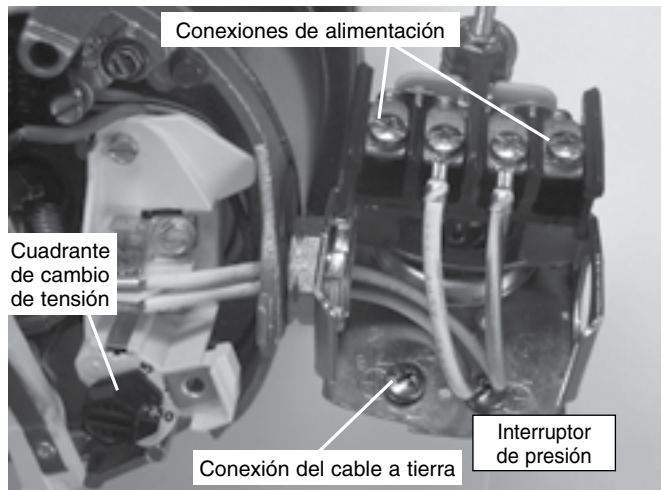

Figura 10: Tensión configurada para 230 voltios, tipo cuadrante.
3. Conecte los conductores de alimentación a los dos tornillos exteriores en el manóstató según se ilustra en el Figura 10.
4. Conecte el cable a tierra a una de las conexiones a tierra según se ilustra en la Figura 10.